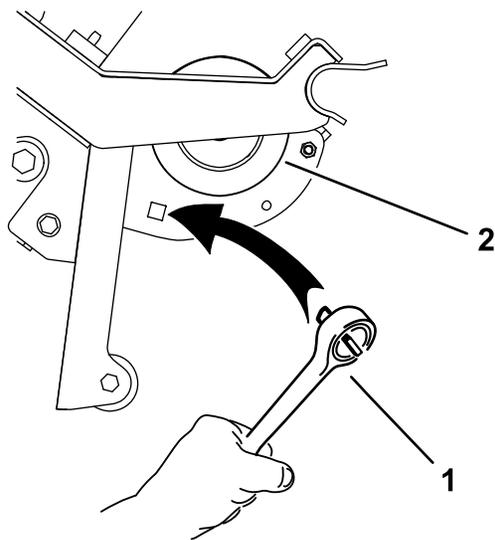

Figure 14
**Remarque:** Vous pouvez utiliser une clé à cliquet (1/2 po) pour déplacer la poulie de tension gauche (Figure 14).